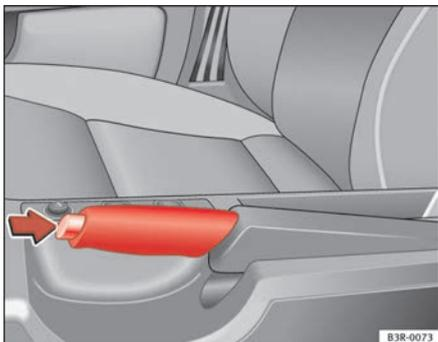

Fig. 141 Détail de la console centrale : Frein à main serré
- Tirez quelque peu le levier de frein à main vers le haut *en appuyant sur le bouton de verrouillage* ⇒ fig. 141 -flèche-.